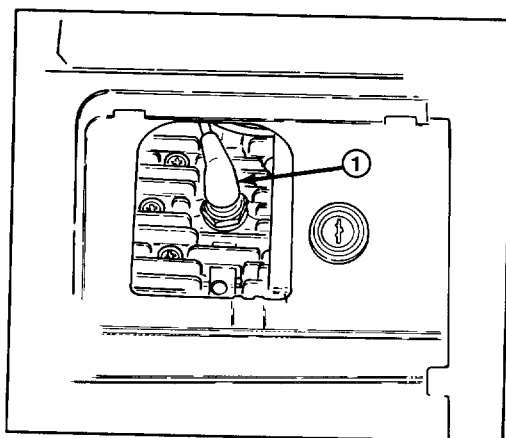

Figure 13
2. REMOVE SPARK PLUG (Fig. 13)